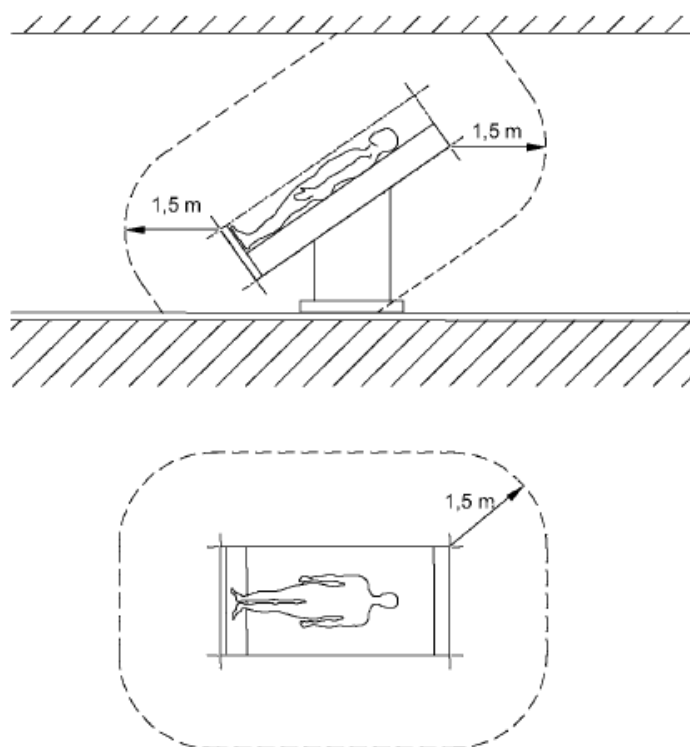

Fig. 1 Étendue minimale de l'ENVIRONNEMENT DU PATIENT
- À l'aide d'un outil à bec plat et en prenant soin de ne pas endommager la peinture des couvercles supérieurs, retirez les couvercles inférieurs des tuyaux de descente ①, qui sont fixés par pression. Voir la figure 1.
- Déplacez maintenant à la main les couvercles supérieurs du corps principal ②, qui sont également fixés à la presse, d'abord en direction du corps principal et, une fois la paroi latérale dégagée, en les tirant vers le haut. Voir la figure 1.